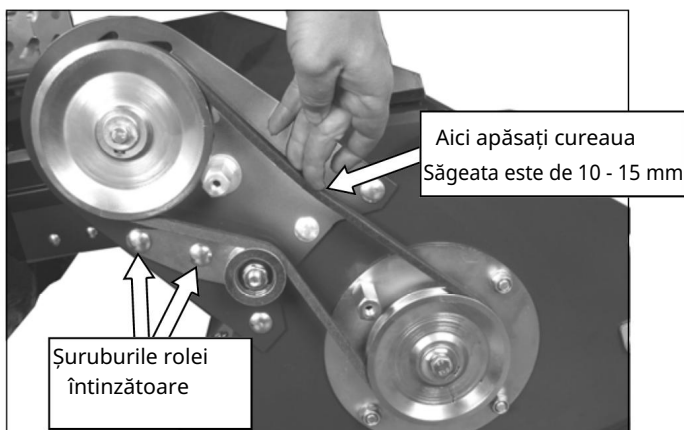
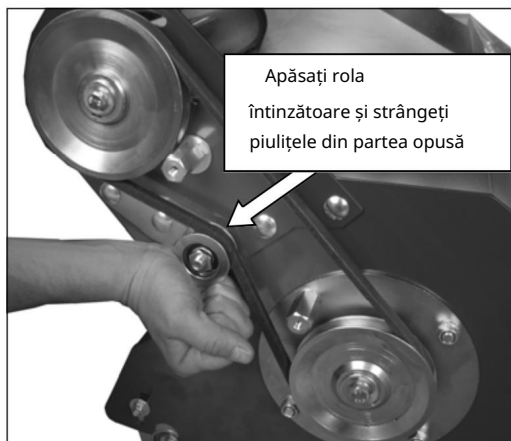
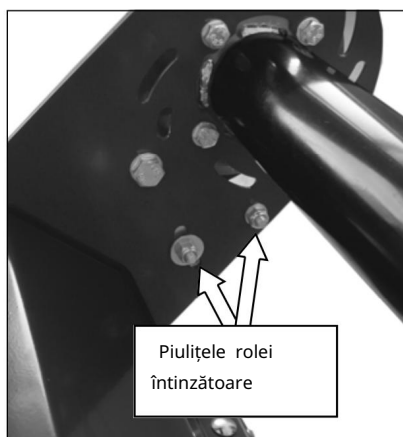

Fig. 24
Fig. 25
Fig. 26
- 2) Când apăsați cureaua trapezoidală (Fig. 24), săgeata trebuie să fie de 10 ... 15 mm. Dacă este mai mare, întindeți cureaua trapezoidală.
- 3) Întindeți cureaua trapezoidală cu rola întinzătoare. În partea interioară a dispozitivului sunt 2 șuruburi (Fig. 24) care se slăbesc și împingeți spre cureaua trapezoidală (Fig. 25) și apoi strângeți piulițele (Fig. 26).